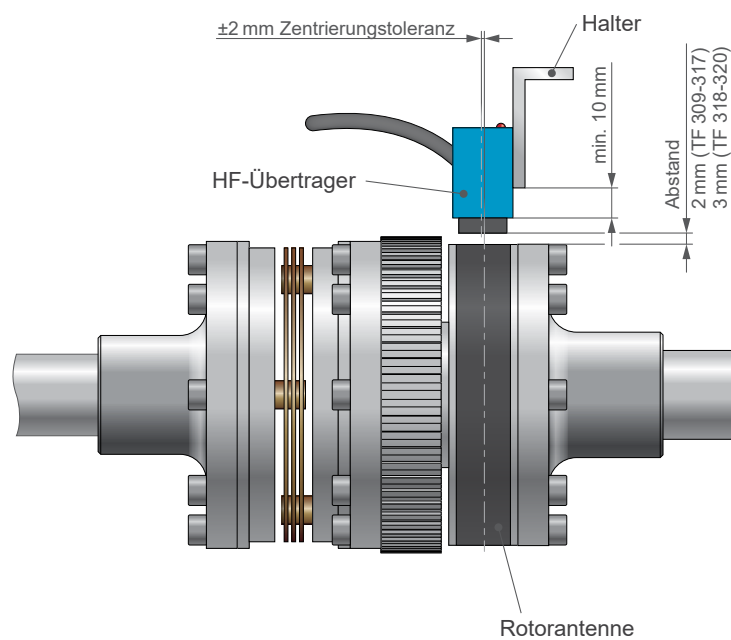

Bild 2-15 Montage des HF-Übertragers
- Der HF-Übertrager ist auf einer sowohl horizontal als auch vertikal leicht einstellbaren Halterung zu montieren, dies mit einem minimalen Abstand von mindestens 10 mm vom HF-Übertrager entfernt, um das Messsignal störungsfrei übertragen zu können (siehe Bild 2-15). Die Halterung muss stabil sein und verhindern, dass der HF-Übertrager übermässig schwingt und elektromagnetische Kopplungsprobleme zwischen ihm und der Flanschantenne auftreten können.